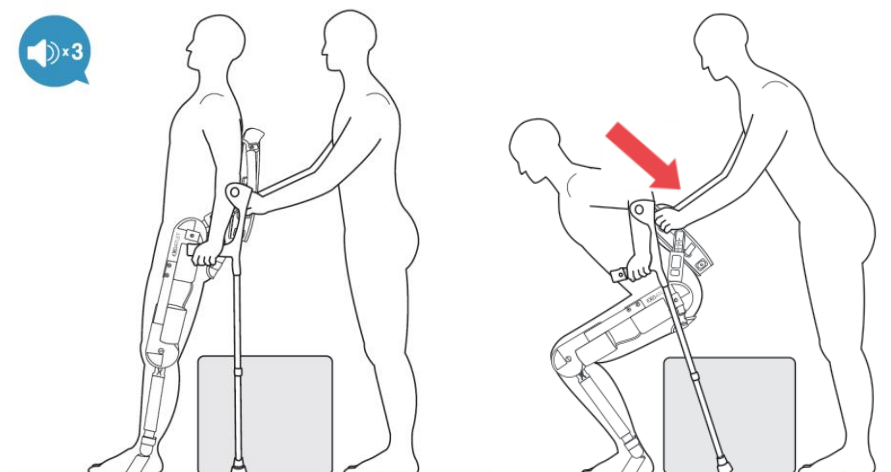

Рисунок 7 –Приседание
6. Экзоскелет вместе с Вами садится на стул (звучит двойной звуковой сигнал) (рисунок 7).